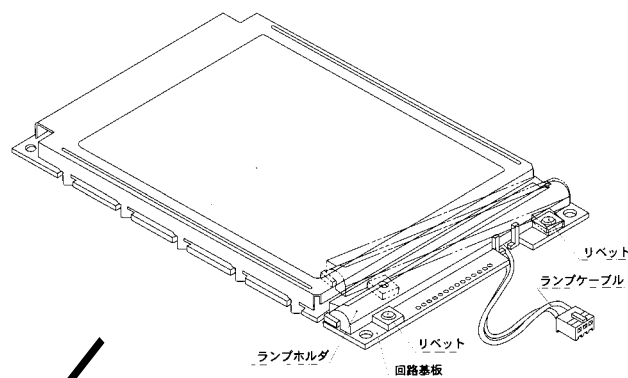
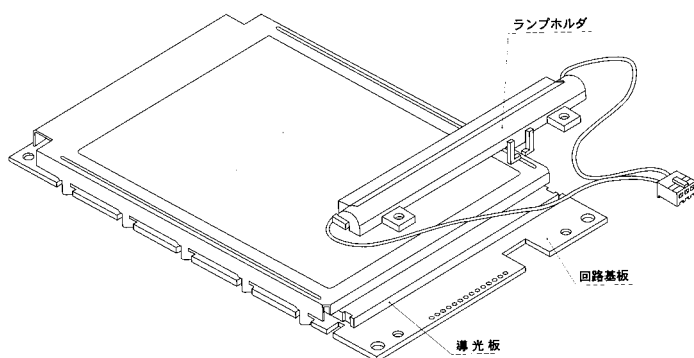

図19
図20
- (1) 電源を切って下さい。
- (2) インバータなどのバックライト電源からランプのケーブルをはずして下さい。
- (3) ランプのケーブルはランプホルダーのフックで固定されていますが、フックされたケーブルをゆるめて下さい。
- (4) ランプホルダーと回路基板を固定している二本のプラスチックリベットをはずして下さい。プラスチックリベットはピンの先端を押すとゆるみ、引き抜けます。プラスチックリベットはブッシュとピンの二つの部品から成っており、回路基板からはずすとばらばらになってしまいます。紛失しないように抜き取って下さい。
- (5) ランプホルダーはその両端で導光板を抱えています。両者は嵌合になっているので、回路基板を動かさないよう押さえて、ランプホルダーの一方の端のすきまに工具などを差し込んで図 19 のように持ち上げ、ランプホルダーと導光板の嵌合を解き、図 20 のようにはずして下さい。